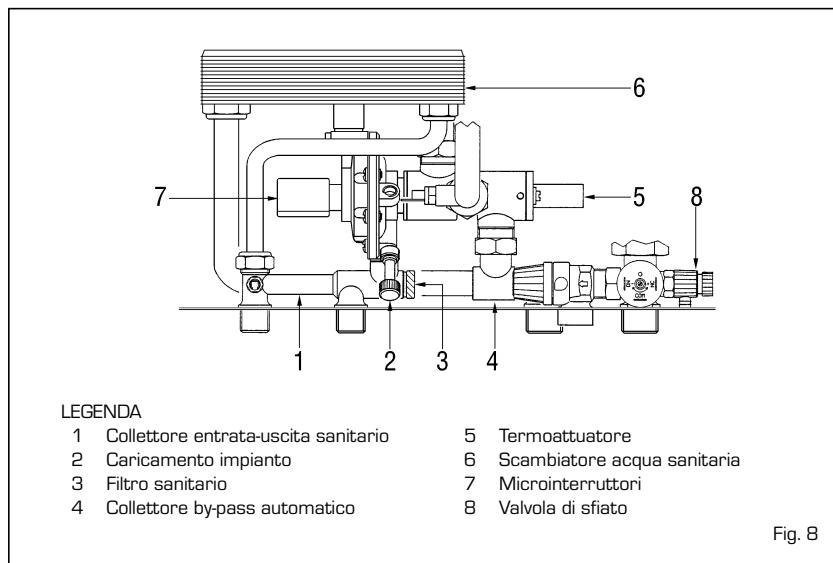

Fig. 8
Il gruppo idraulico ha incorporato un bypass automatico (4 fig. 8) per garantire la funzionalità anche in presenza di impianti con valvole termostatiche.
- A) Agendo sulla manopola di carico della valvola pressostatica (2 fig. 8). La pressione di caricamento, ad impianto freddo, deve essere compresa tra **1-1,2 bar** rilevabili sull'idrometro.